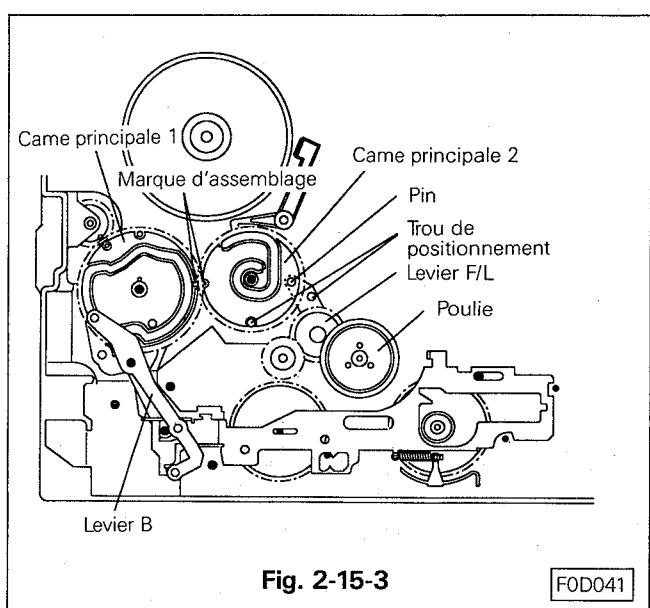

Fig. 2-15-3
- Remonter la rondelle d'arrêt sur le clavier B. (Fig. 2-15-3)
- Aligner le trou de positionnement du levier F/L avec celui de la platine mécanique. (Voir Fig. 2-15-3)
- Aligner les marques de positionnement des cames principales 1 et 2 ainsi que le trou de positionnement de la came 2 et remonter la came principale 2 sur son axe. (Voir Fig. 2-15-3)